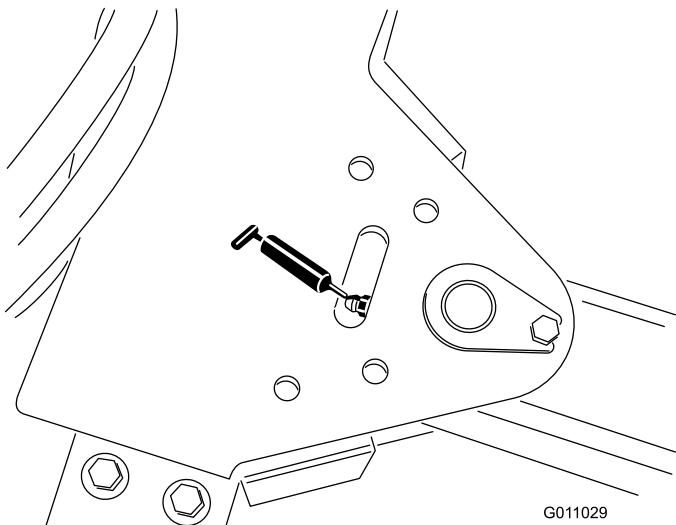

Figura 33
- Articulação do garfo de engate (1) (Figura 33).